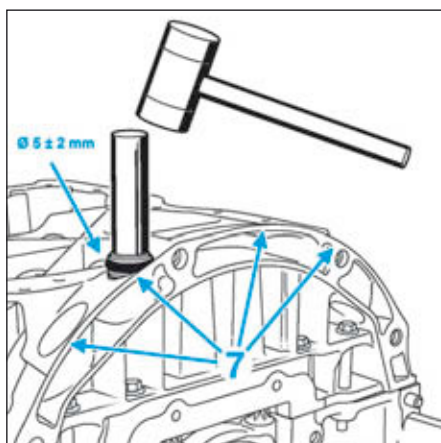

FIG.55
- Appliquer un cordon de joint silicone d'un diamètre 5 ± 2 mm sur les obturateurs neufs de la semelle (Fig.55).
- Enfoncez les obturateurs dans les trous (7) de la semelle à l'aide d'un jet en bronze (en retrait de 3 mm du bord inférieur des trous).